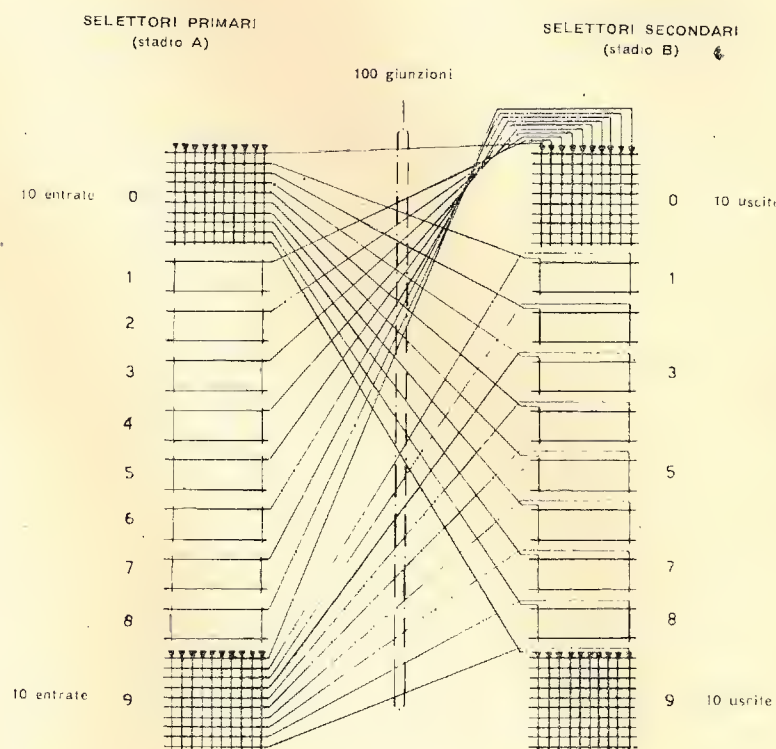

Fig. 8. - Schema indicativo del collegamento a catena.
Supposto infatti che 10 valvole a 10 (rispettivamente 20) uscite equivalgano ad un selettore Crossbar a 100 (200) linee, esse possono essere connesse secondo il collegamento a catena schematizzato in fig. 8. Per chiarir meglio l'esatta natura del principio di collegamento, in fig. 12 è rappresentato lo stesso schema, in cui ogni tubo è raffigurato con i simboli usati normalmente per i selettori a 10 passi.